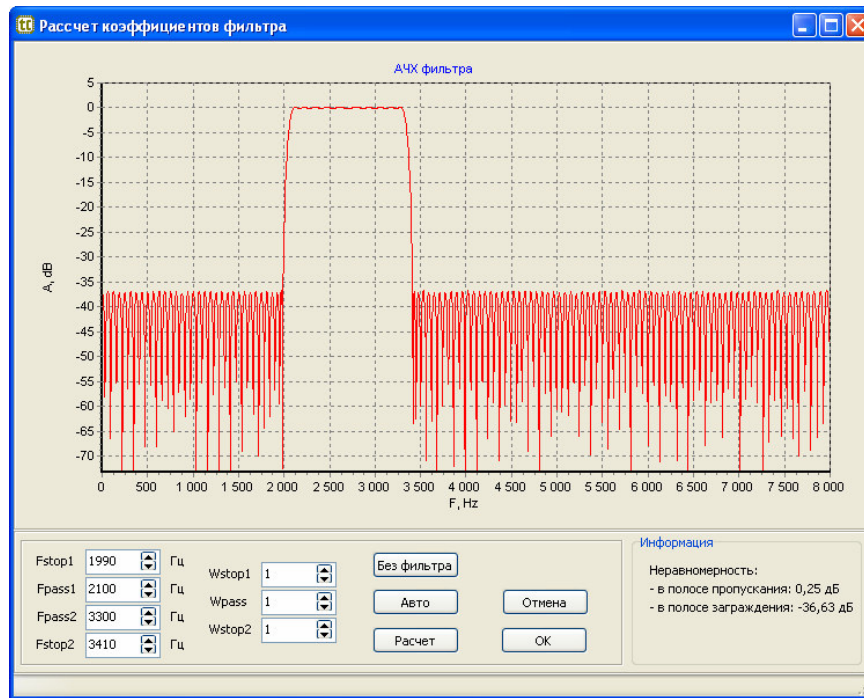

Рисунок 12 – Окно расчета параметров фильтра
- в окне «Расчет коэффициентов фильтра» (рисунок 12) нажать кнопку «Авто» - программа рассчитает необходимые параметры фильтра для установленных значений скорости и частот.